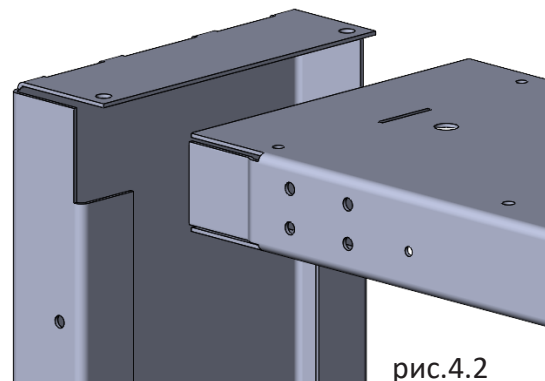

рис.4.2
3. Загнуть по месту направляющий лепесток на верхней стороне притвора (P) (рис.4.2).